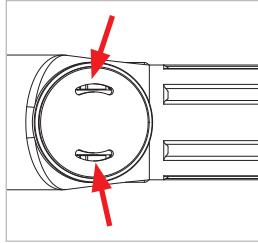

Abbildung 17
- ▶ Ziehen Sie den Logodeckel (Pos. 3) mit der Hand ab und geben Sie ca. 1-2 kurze Sprühstöße mit dem Zielrörchen links und rechts in die Öffnungen (*Abbildung 17*). Danach montieren Sie den Logodeckel (Pos. 3) wieder. Dieser muss hörbar einrasten.